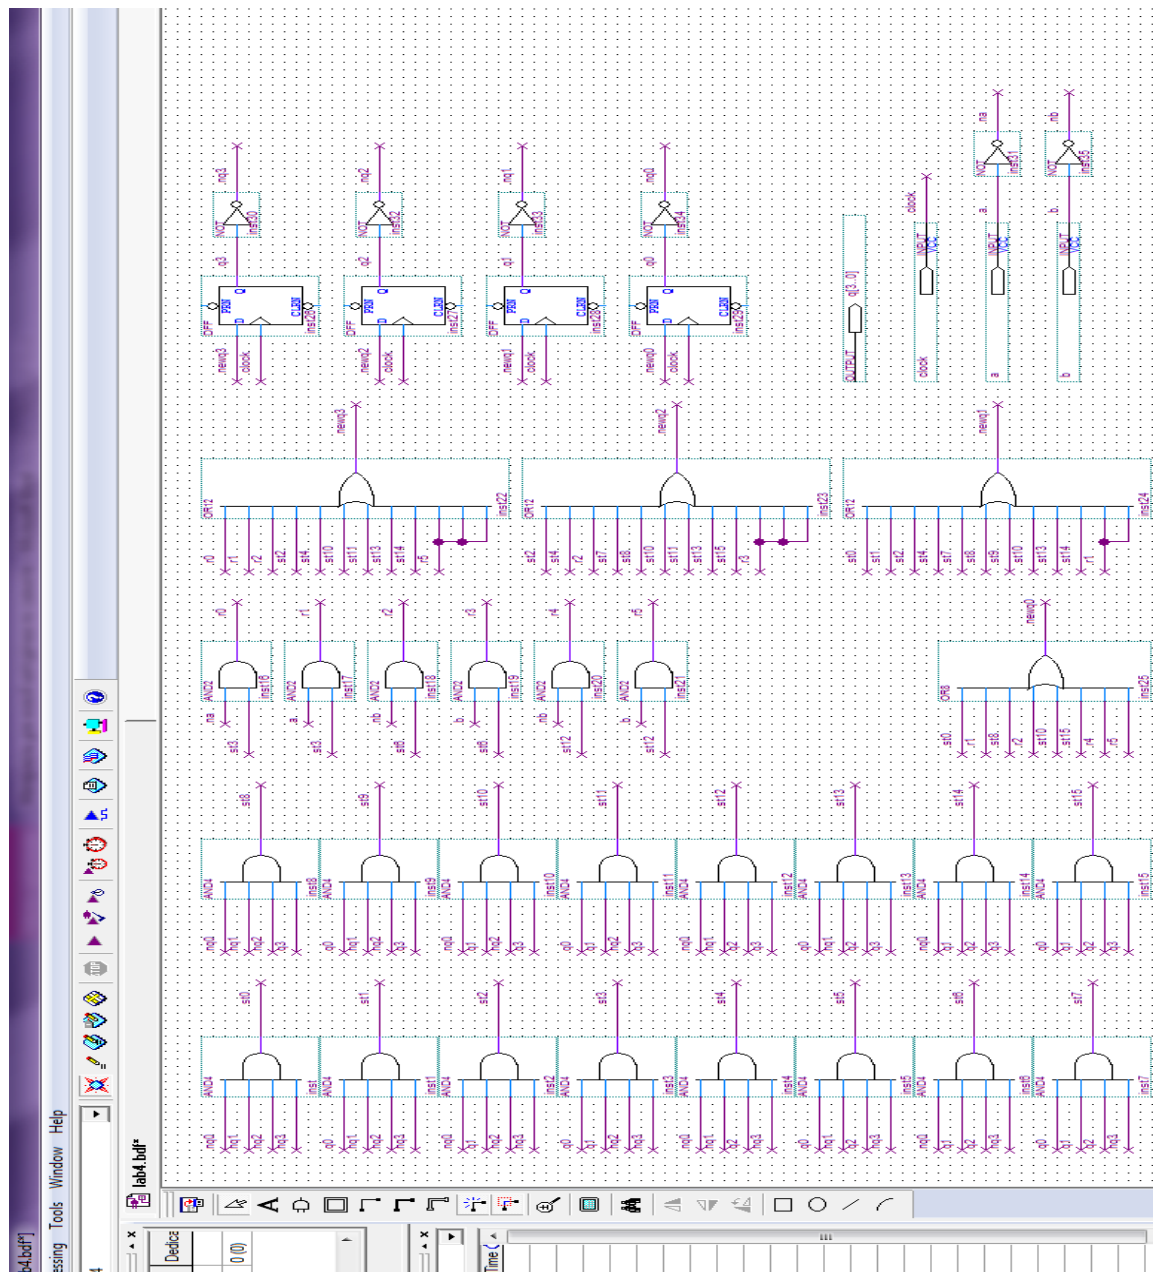

Рис. 6.3. Функциональная схема без минимизации
4. После получения таблицы истинности автомата создается функциональная схема в САПР QUARTUSII без минимизации (рис.6.3).